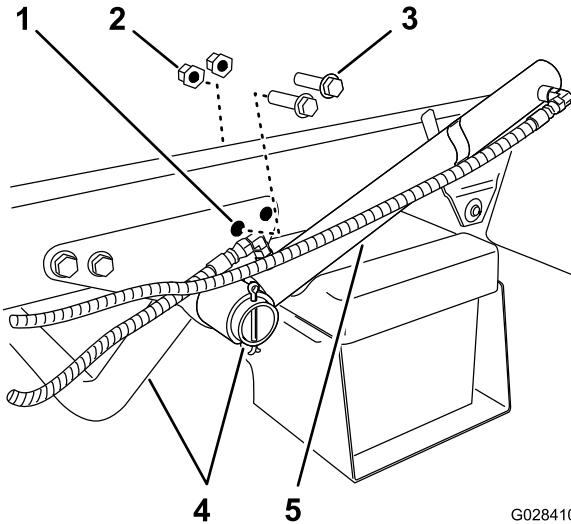

Bild 6
1. Entfernen Sie die zwei hinteren Bundkopfschrauben und zwei Sicherungsbundmuttern, mit denen die Stützhalterung für das Motorrohr am Rahmen der Maschine befestigt ist (Bild 6).
- Drehen Sie den Hubzylinder, um einen Abstand für das Montieren der Befestigungshalterung am Behältergestell zu schaffen (**Bild 6**).